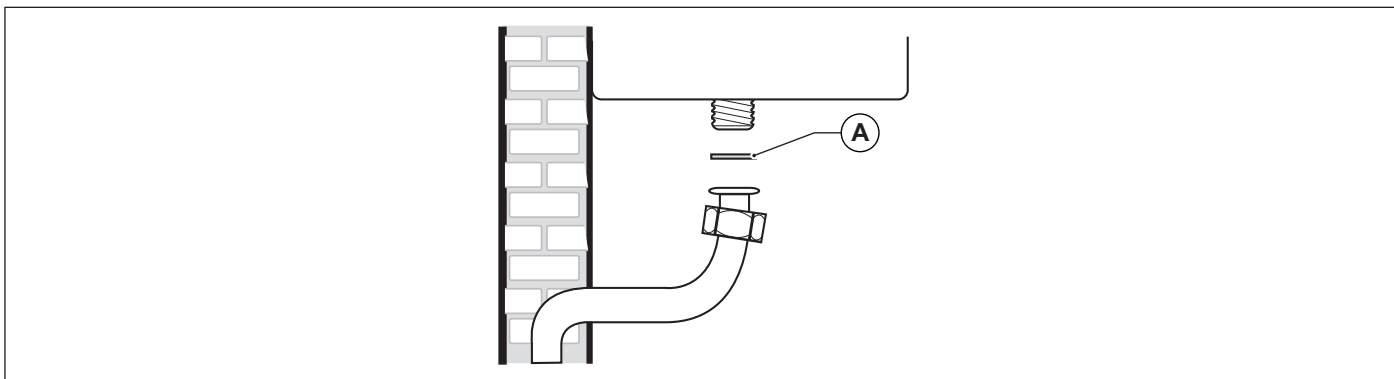

Fig. 15 Allacciamento alla rete del gas
**E' OBBLIGATORIO, per collegare l'attacco gas della caldaia alla tubazione di alimentazione, interporre una guarnizione (A) a battuta di misure e materiali adeguati (vedi Fig. 15 Allacciamento alla rete del gas).**